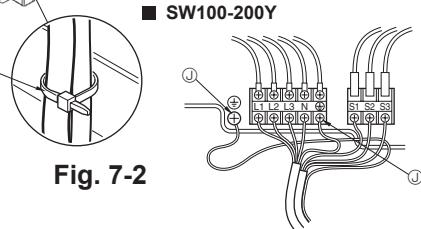

Fig. 7-2
7.1. Utendørsenhet (fig. 7-1, fig. 7-2)
① Fjern servicepanelet.
② Legg kablene ved å se på fig. 7-1 og fig. 7-2.